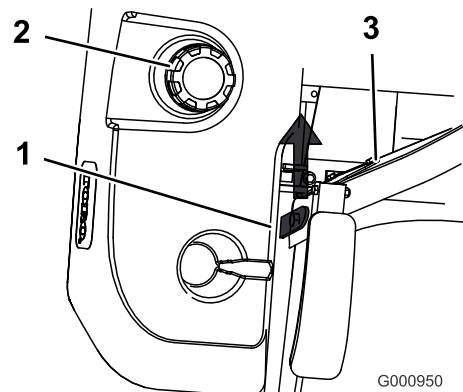

Figure 14
3. Soulevez le siège (Figure 14).